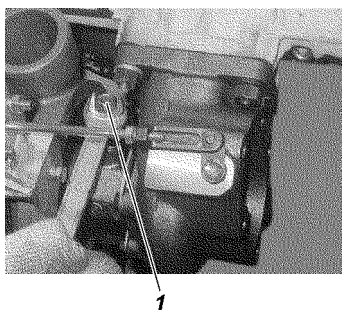

Рис. 4.171. Нагнетательная трубка ТКР:
10. Отвернуть штуцер 1 (рис. 4.171) нагнетательной трубки ТКР на корпусе подшипников.